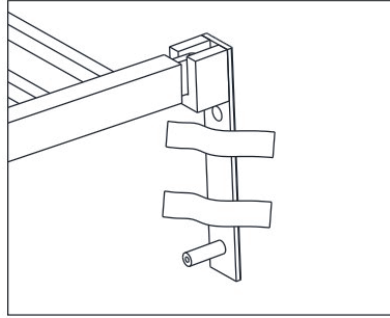

Figura 3
3. Pegue las pegatinas secundarias en el enchufe de pared para fijarlo. Mostrar como Figura 3